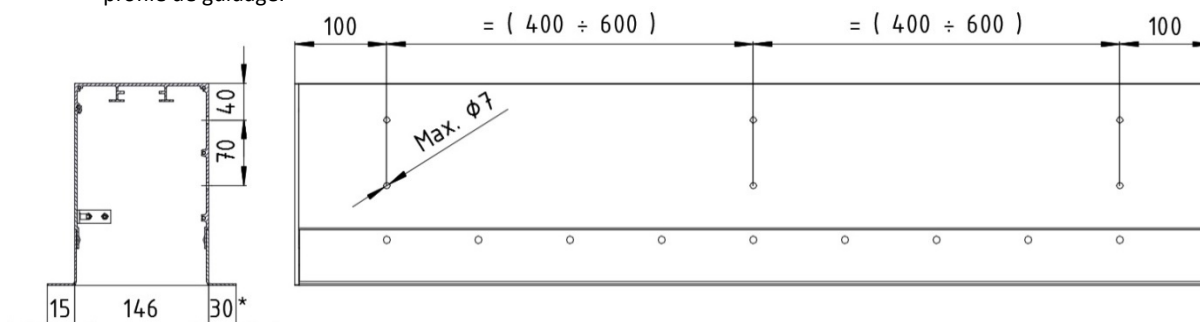

Fig. 13. Schéma des trous de montage dans le coffre encastré. * - Dimension variable, standard 30 mm.
- Le coffre encastré est livré sans trous de montage. Ils doivent être faits par vous-mêmes comme décrit ci-dessous (Fig. 13). Un minimum de 3 trous de montage est requis pour chaque longueur de 1 m du coffre.
2. Effectuez les trous de montage dans le coffre encastré, comme illustré à la Fig. 13.